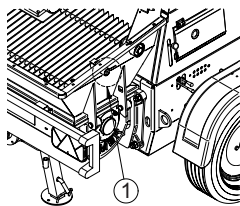

Fig. 1
4.1 DESCRIPCIÓN DE LA BOMBA PARA HORMIGÓN (véase fig. 1)
- Un grupo de bombeo formado por dos tubos de bombeo del hormigón (pág. 2, ref. 1) en cuyo interior se encuentran los pistones de bombeo (pág. 2, ref. 2) accionados por cilindros oleodinámicos (pág. 2, ref. 3), un depósito de lubricación (pág. 2, ref. 4), una válvula en "S" (pág. 2, ref. 5) accionada por dos cilindros oleodinámicos de intercambio (pág. 2, ref. 6), un depósito o tolva inferior (pág. 2, ref. 7) con agitador (pág. 2, ref. 8) accionado por un motor oleodinámico y un conducto de salida del material con brida (pág. 2, ref. 9) y una tolva superior (pág. 2, ref. 10) con una rejilla (pág. 2, ref. 11) en la cual se ha montado un electrovibrador (pág. 2, ref. 12).
- Un sistema oleodinámico cuyos elementos característicos, además de los citados cilindros, son una bomba de caudal variable (pág. 2, ref. 13) accionada por un motor diésel (pág. 2, ref. 14), un bloque de válvulas de bombeo e intercambio (pág. 2, ref. 15), una bomba auxiliar (pág. 2, ref. 16) y un distribuidor para accionar los auxiliares (pág. 2, ref. 17), un depósito de aceite (pág. 2, ref. 18) con filtros de aspiración y retorno, y un intercambiador de calor (pág. 2, ref. 19).
- Un cuadro de mandos (pág. 2, ref. 20) con mando a distancia vía cable (pág. 2, ref. 21) y radiomando (pág. 2, ref. 22) opcional.
- Un armazón portante (pág. 2, ref. 23), una carcasa (pág. 2, ref. 24), un bastidor con ruedas (pág. 2, ref. 25), disponible tanto en la versión remolcable por carretera como en la versión para transporte en las obras.
- Accesorios bajo pedido, como la bomba para acelerador de fraguado (pág. 2, ref. 26), el sistema de engrase automático (pág. 2, ref. 27), la hidrolimpiadora con accionamiento oleodinámico (pág. 2, ref. 28) y la pistola Spritz Beton (pág. 2, ref. 29).
- **al abrir la rejilla de protección de la tolva superior, se detenga el agitador del depósito, la válvula en "S" y los pistones de bombeo mediante la señal del sensor (fig. 1, ref. 1);**